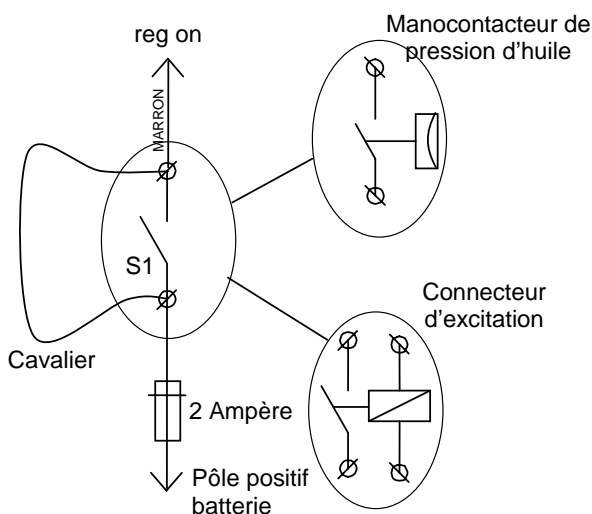

Figure 13 : Cavalier contournant le commutateur S1
- 3 Mettre la borne [reg on] sous tension, soit en tournant le commutateur d'allumage (NE PAS DEMARRER LE MOTEUR), soit en plaçant un cavalier de façon à ce qu'il contourne le commutateur S1 (voir Figure 13). Vérifier que les trois indicateurs LED commencent à clignoter. Au bout de 10 secondes environ, la LED verte bulk s'allumera.